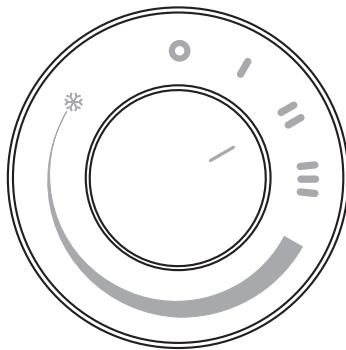

fig. 3
- Per attivare la funzione POTENZA MEDIA, ruotare la manopola in modo che il riferimento "I" sia allineato al simbolo "II" sul pannello comandi (fig. 3).
- *To activate MEDIUM POWER function, turn the knob so that reference mark "I" is aligned with the "II" symbol on the control panel (fig. 3).*